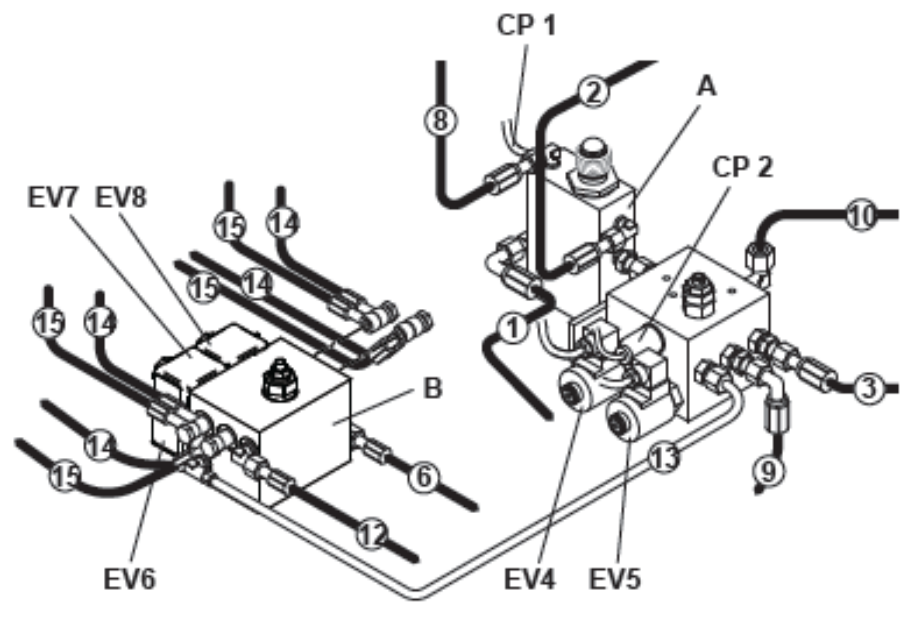

Fig. 19
- Anslut kablarna i styrenheten till magnetventiler **EV4-EV5-EV6-EV7-EV8** till tryckmätarna **CP1- CP2** (bild 19).